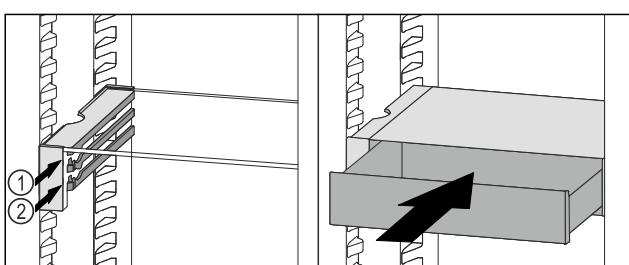

Fig. 108
- VarioSafe-Schubfach hinter den Stopfern auf gewünschter Rippe Fig. 108 (1) oder Fig. 108 (2) aufsetzen.